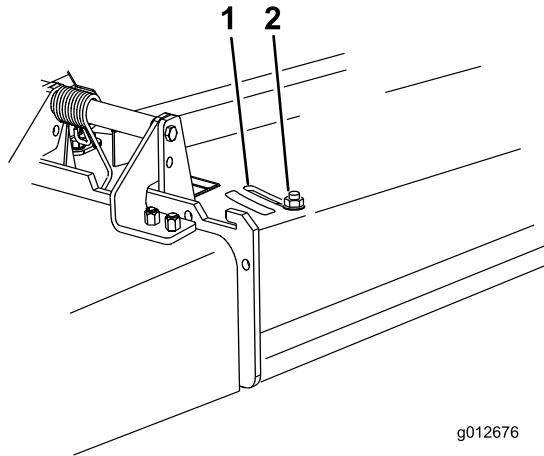

Figure 29
3. Pour régler le déflecteur, desserrez l'écrou (**Figure 29**).